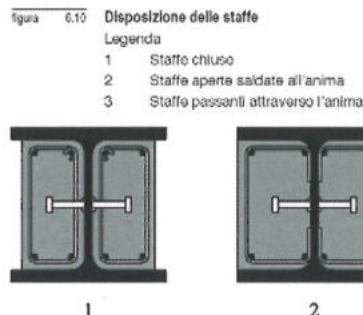

figura 6.25 Curva di resistenza a fatica per pioli muniti di testa in solette piene
(1) Per la resistenza a fatica dell'acciaio strutturale e delle saldature si veda EN 1993-1-9,7.
(2) Per la resistenza a fatica dell'acciaio da c.a. e da precompressione si veda EN 1992-1-1; per il calcestruzzo si veda EN 1992-1-1,6.8.5.
(3) La curva di resistenza a fatica di un piolo con testa, saldato automaticamente in accordo con 6.6.3.1 è mostrata in figura 6.25.